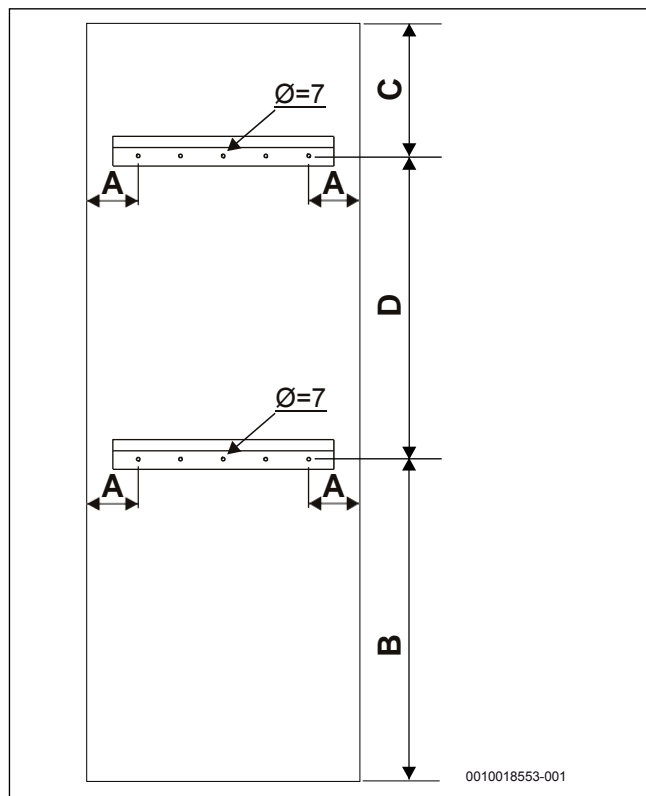

Fig. 17 THR... M75V
- ▣ Eseguire dei fori per il montaggio della guida. Nel farlo, rispettare le seguenti dimensioni (→ Fig. 17, 16 e Tabella 7):